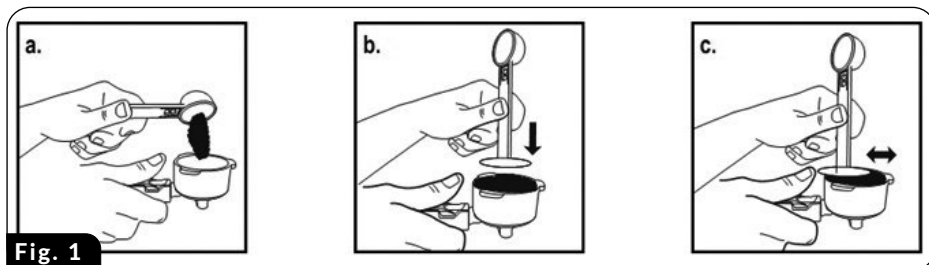

Fig. 1
- Mettere il filtro selezionato (13) nel portafiltro (10) (fig.1).